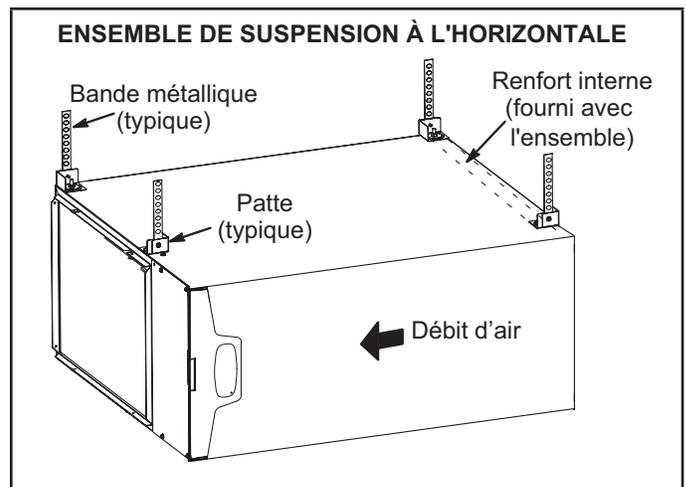

**FIGURE 11**
Le SL297UHNV peut être installé à l'horizontale avec refoulement de l'air à droite ou à gauche. Voir la « FIGURE 11 » pour les dégagements prescrits pour les configurations horizontales.
- 1 - Sélectionner l'emplacement de l'unité en tenant compte des dégagements d'entretien et des autres dégagements nécessaires. Voir « FIGURE 11 ».